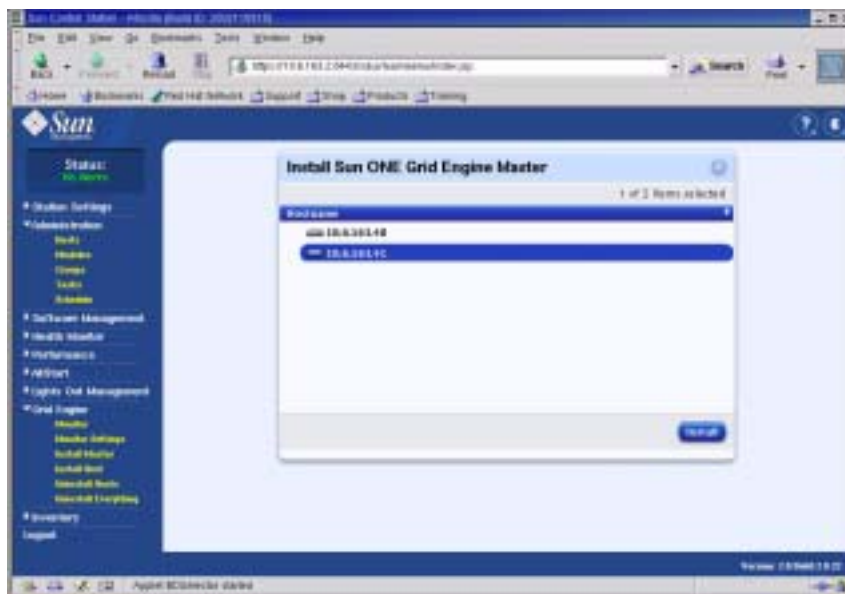

РИСУНОК 2-28 Окно установки мастера Sun ONE Grid Engine (Install Sun ONE Grid Engine Master)
4. В окне установки мастера Sun ONE Grid Engine в списке управляемых хостов выберите один из узлов, который будет выступать в роли мастер-хоста S1GEEE (мастер-хоста сети). См. пример на РИСУНОК 2-28.